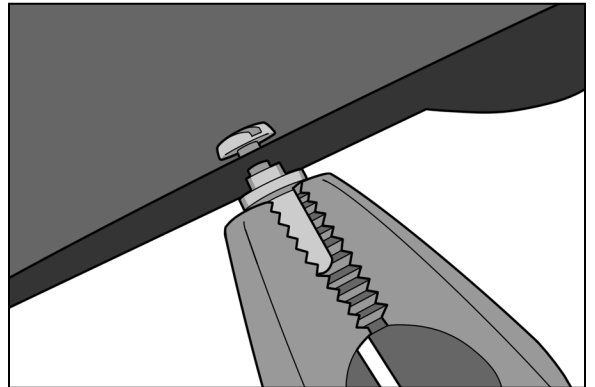

图 2
2. 使用平口钳夹住 Bos 销钉 2.1 的扁平侧并下拉拆卸。(图 2)。